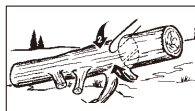

Bild. 13B
2. Stamm an einem Ende abgestützt: Schneiden Sie zuerst 1/3 des Stammdurchmessers von unten nach oben, um ein Absplintern zu vermeiden. Schneiden Sie dann von oben auf den ersten Schnitt zu, um ein Festklemmen zu vermeiden (Bild.13B).